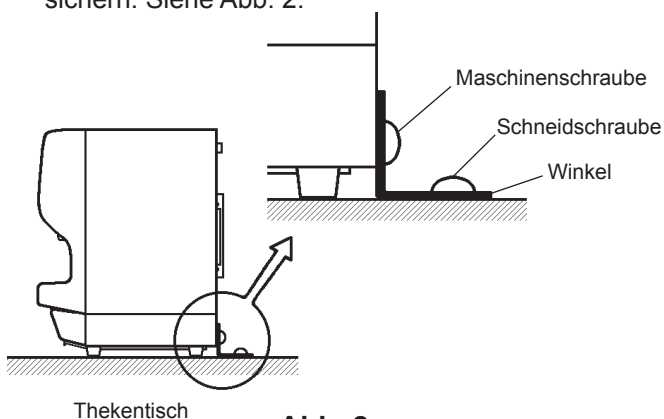

Abb. 2
- * Den Eisspender mit Winkel, Maschinen- und Schneidschraube (Zubehör) am Thekentisch sichern. Siehe Abb. 2.